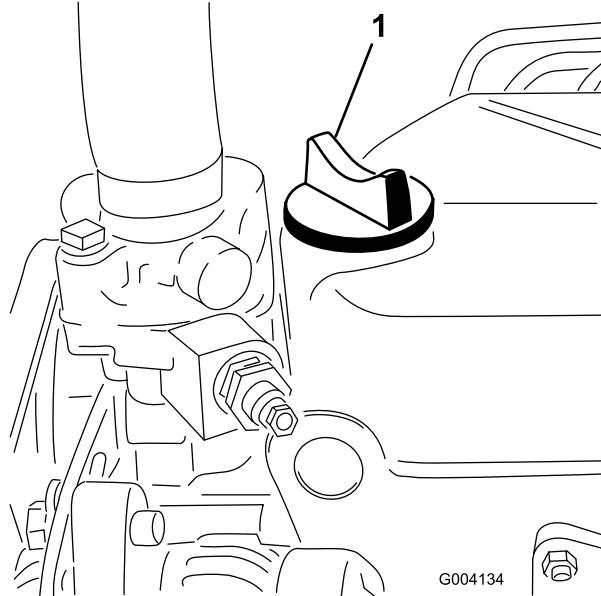

図 28
5. 不足している場合は、キャップ図 28を取り、Full 位置までオイルを補給する。